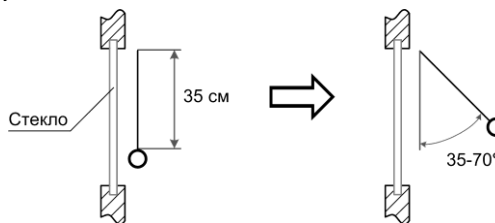

Рис.5 Тестирование извещателя
- 1) испытательный стальной шар диаметром 21-22 мм, массой 32-48 г, подвешенный на нити длиной 35 см, разместить непосредственно у стекла, не касаясь его (рис.5);